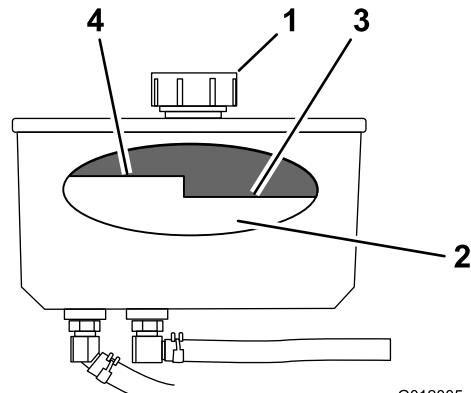

図 72
4. 油圧オイルタンクの注油口と首の周辺をきれいに拭く（図 72）。
5. 給油口からキャップを取り、タンクの中をのぞいてオイルの量を確認する（図 72）。
注 オイルが暖かいときには、バッフルの一番上のレベルまでオイルがあることが必要です（図 72）。